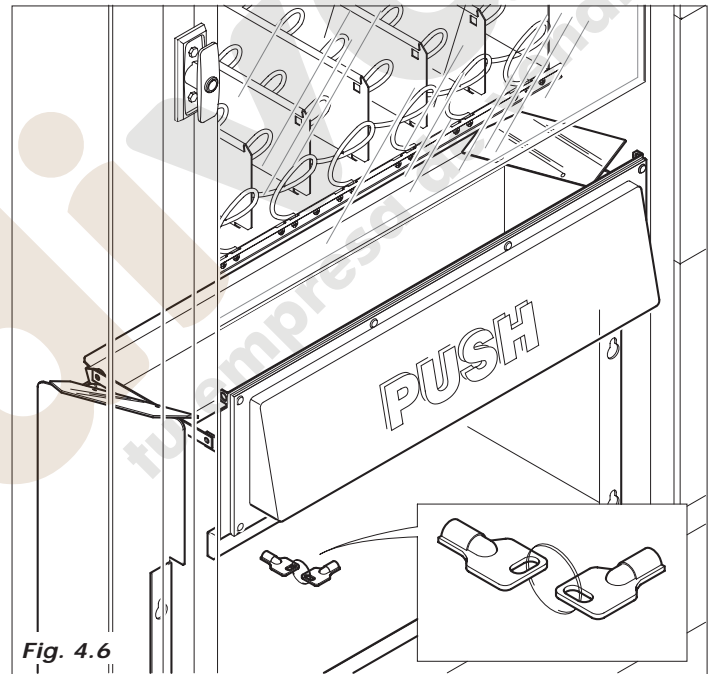

Fig. 4.6
- Coger las llaves que están en la zona de recepción del vaso (Fig.4.6)